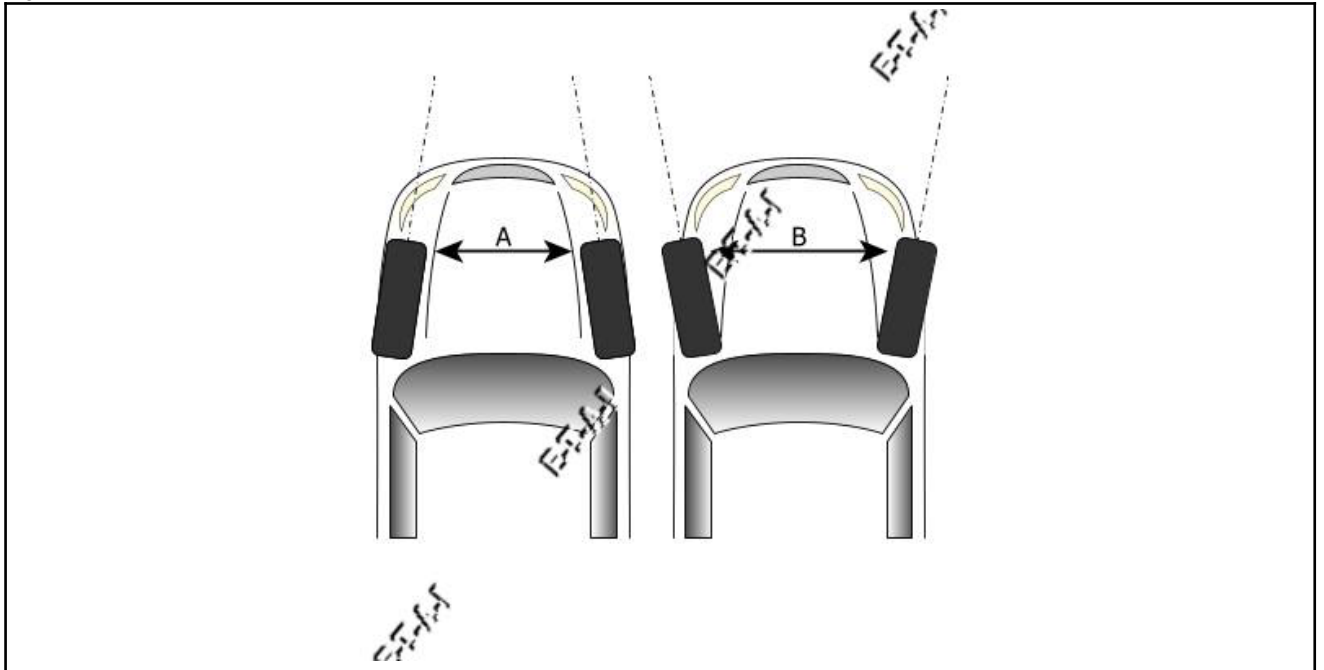

Fig.1
- Les bords d'attaque de roue sont plus rapprochés que les bords de fuite (A)
- Les bords d'attaque de roue sont plus éloignés que les bords de fuite (B)
- Fig.1